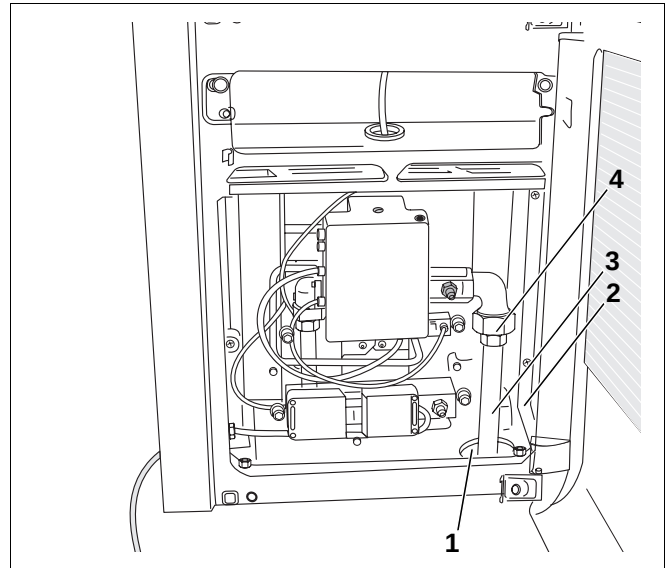

Abb. 10 Gasheizeinsatznische, Gasanschluss
- Gasanschluss (Abb. 10, **Pos. 3**) (Rp $\frac{1}{2}$ – DIN 2999) nach TRGI durch die Bodenplatte nach unten (Abb. 10, **Pos. 1**) bzw. seitlich rechts (Abb. 10, **Pos. 2**) vornehmen.